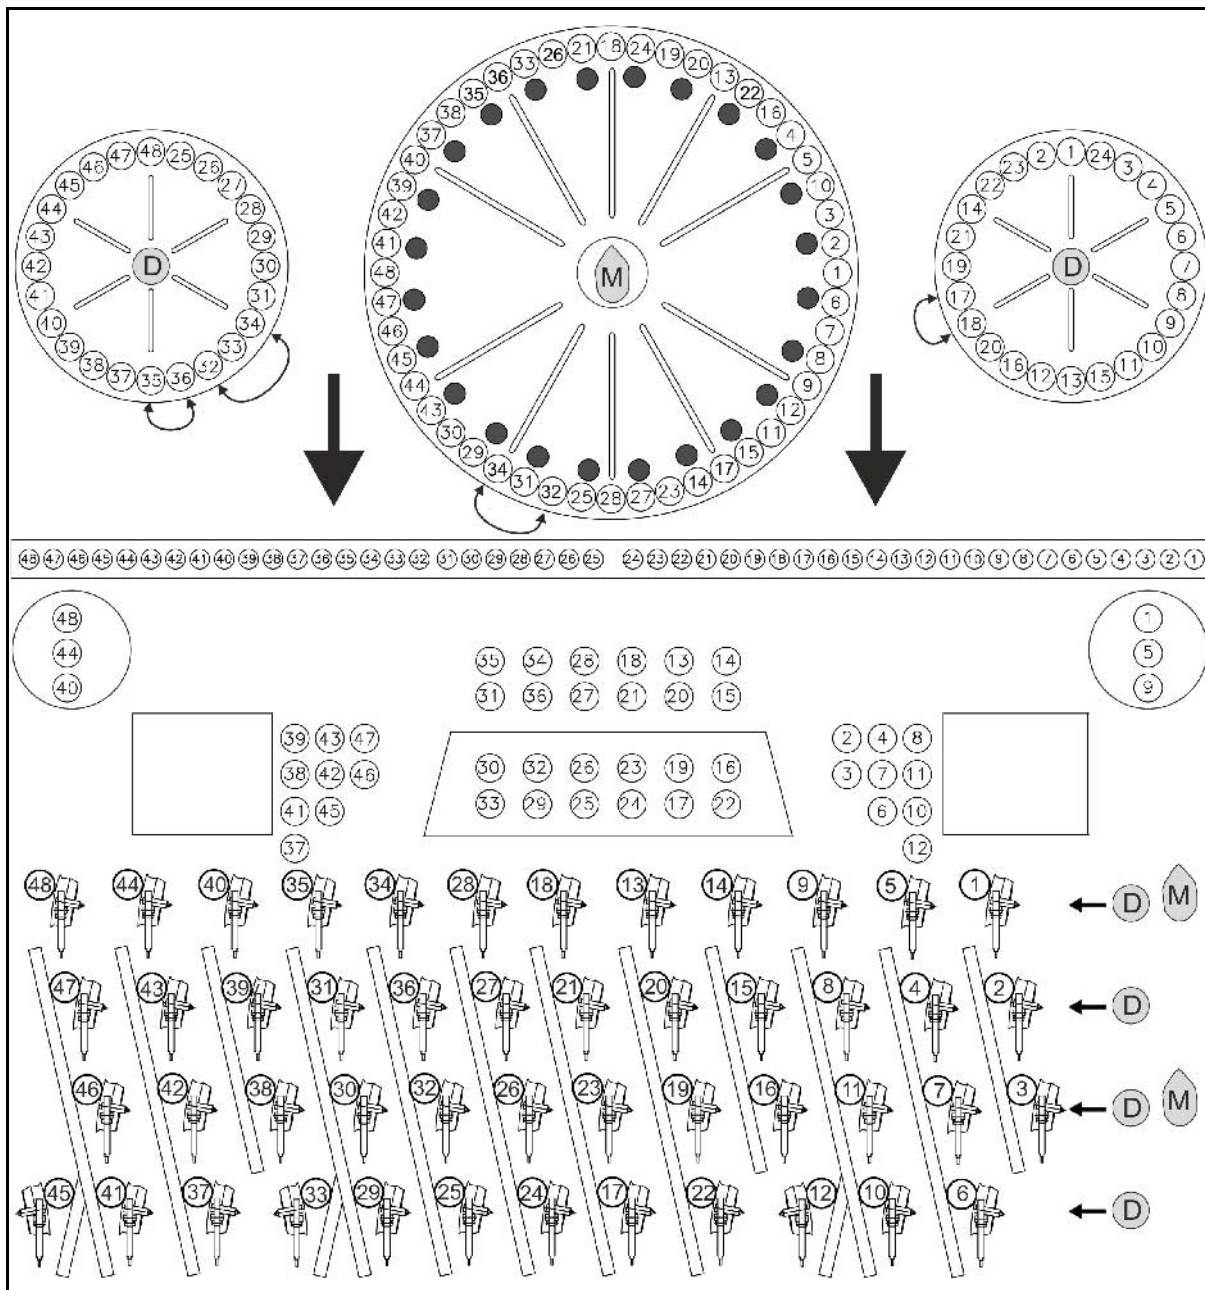

Рис. 33
- Кукуруза **M**: установите заглушки  согласно Рис. 33.